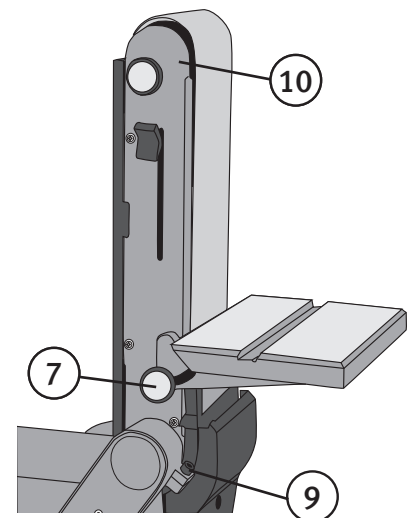

bild 10
3.4 Använd slipbordet till bandslip (bild 10, 11)
2. Skruva bort anhållet (3).
3. Lossa låsskruven (9), vik upp bandstativet (10) och dra åt låsskruven.
5. Skruva fast slipbordet med låsratten ((7) på bild 10).